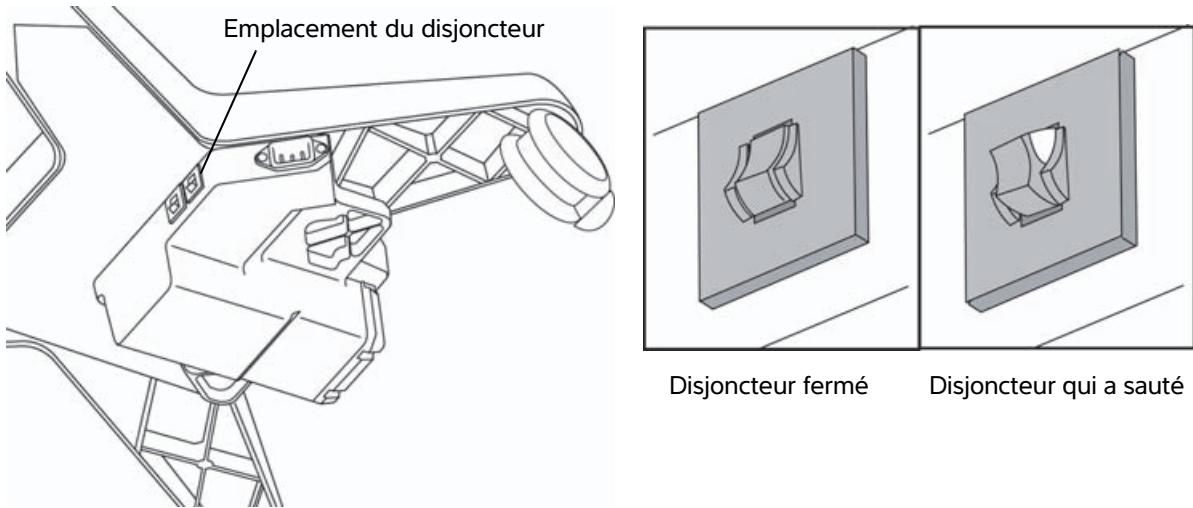

Figure 5 Les disjoncteurs du module du socle se trouvent sous le socle.
- 3** Appuyez sur chaque disjoncteur jusqu'à ce qu'il se ferme. Voir Figure 5 page 43.